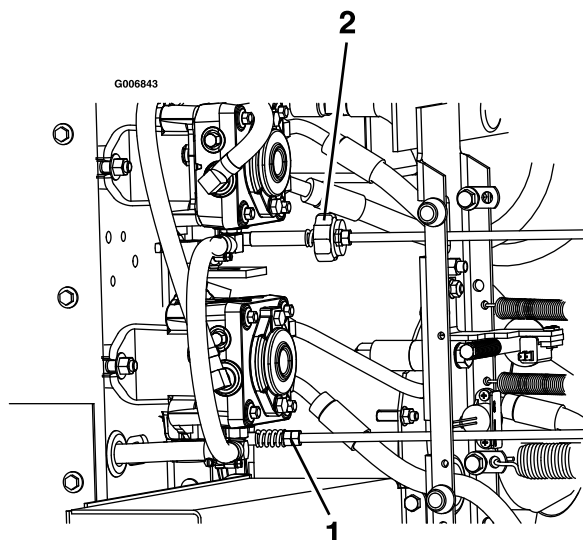

Figura 63
que las ruedas se detengan o se muevan ligeramente hacia atrás (Figura 63).
11. Ajuste el acoplamiento derecho de la bomba con una llave para girar las tuercas dobles en el conjunto (Figura 63)